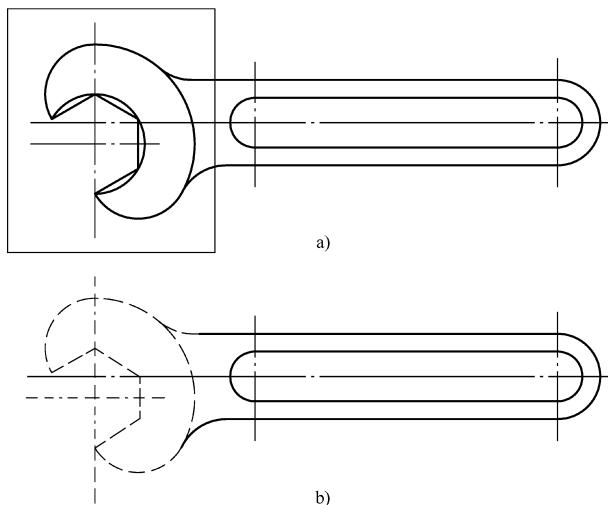
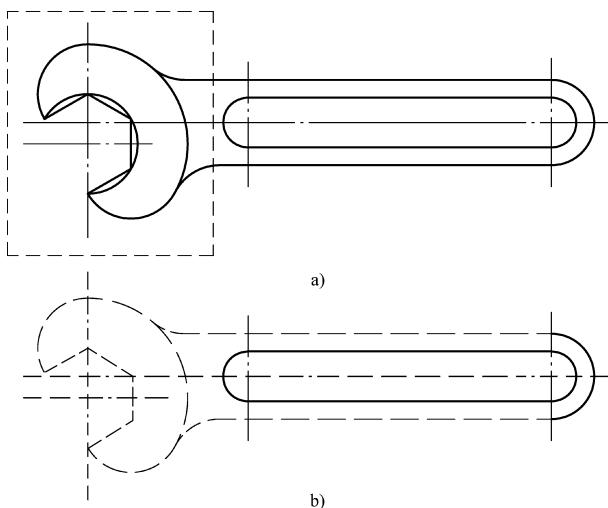

图 5-2 使用【窗口 (W)】选择对象
图 5-3 使用【窗交 (C)】选择对象
2) 【窗口 (W)】：可通过两个角点绘制一个矩形窗口（细实线框）来选择对象，所有位于矩形窗口内的对象被选中，窗口外或只有部分在窗口内的对象则不被选中，如图 5-2 所示。
3) 【上一个 (L)】：可选取图形窗口内可见对象中最后创建的对象，无论使用几次该命令，都只有一个对象被选中。
4) 【窗交 (C)】：使用交叉窗口选择对象，与用窗口选择对象类似，点取对角点顺序与窗口选择相反，但使用此命令会使全部位于窗口之内或与窗口边界相交的对象全被选中，并以虚线显示矩形窗口，以此区别窗口选择，如图 5-3 所示。